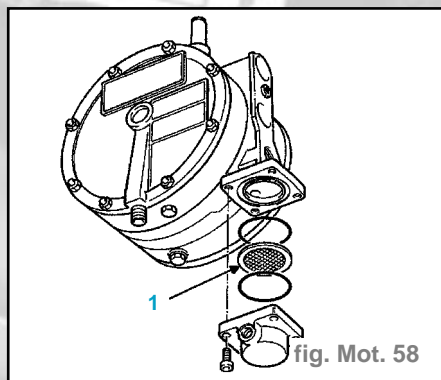

fig. Mot. 58
FILTRE A GAZ (1) (fig. Mot. 58)